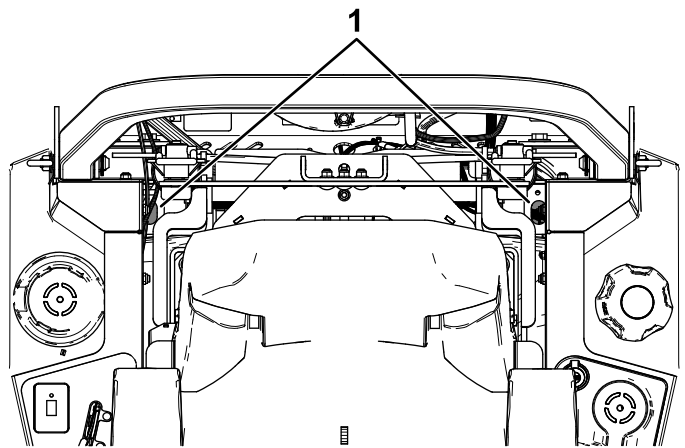

Figura 70
4. Con una prolunga e una bussola da 7/16", accedete al tappo di sfiato dall'alto della macchina attraverso i fori accanto ai supporti del roll bar (Figura 70).